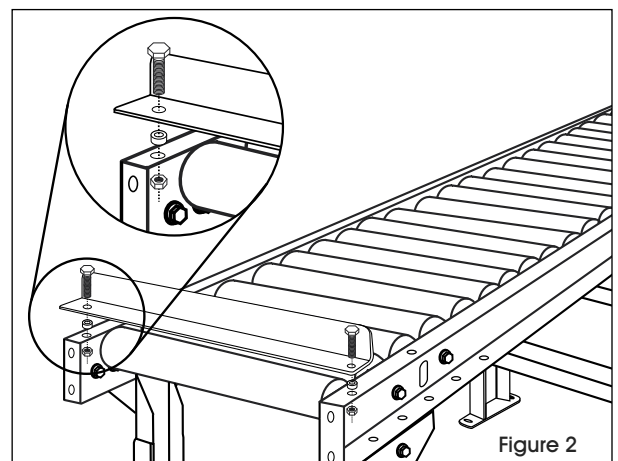

Figure 2
3. Insérez un boulon à travers les trous et fixez avec un écrou. Serrez à fond l'écrou et le boulon. (Voir Figure 2)